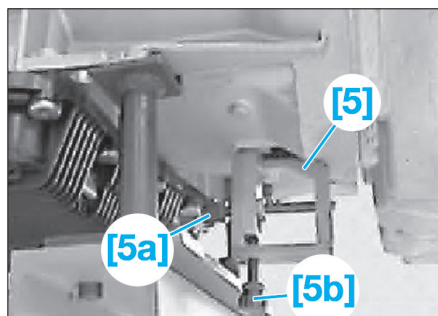

Fig. 14
- Mettre en place l'outil [5] dans l'évidement du carter de boîte et le serrer légèrement avec la vis [5a]. Le soulever et le bloquer avec la vis [5b]. Serrer ensuite la vis [5a] (Fig.14).